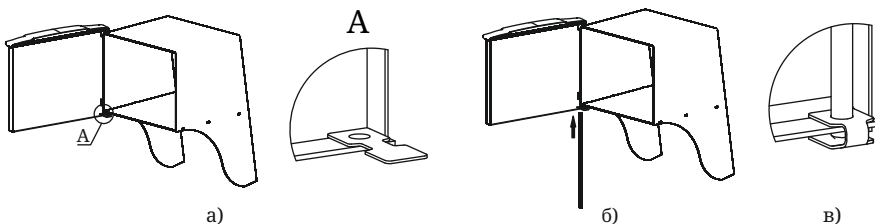

Рисунок 8. Установка дверцы при монтаже печи
2. Установите дверцу на втулки топливного канала, совместив отверстия (рисунок 8.а);
3. Совместите отверстие упора с нижним отверстием каркаса, при этом упор должен располагаться внутри каркаса (рисунок 8.а);
4. Вставьте ось через отверстия снизу вверх (рисунок 8.б),
5. Подогните упор, фиксируя конец оси между площадками упора (рисунок 8.в);